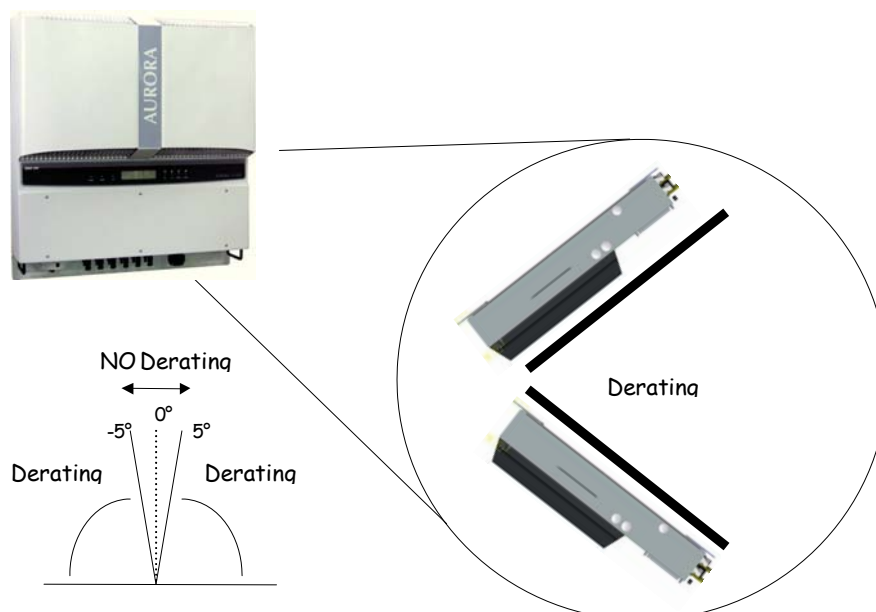

Abb. 8 Montage in geneigter Position
**HINWEIS:** Auch wenn die Einheit in geneigter Lage montiert werden kann (siehe Abb. 8) muss in diesem Fall darauf geachtet werden, dass es hierbei zu Leistungsminderungen (Derating) kommen kann, die durch eine schlechtere Wärmestreuung verursacht werden.